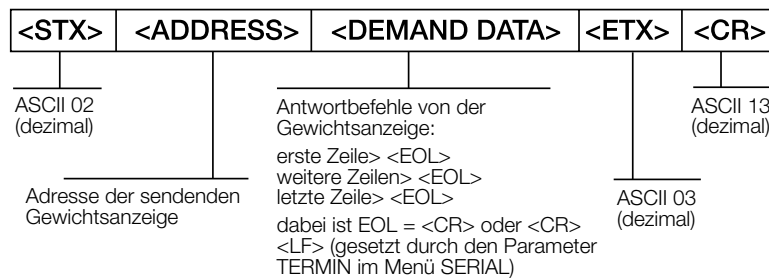

Abbildung 13-4. RS-485 Antwort-Datenformat
*Beispiel: Bei Bedarfsausgängen oder als Antwort auf einen XG#1-Befehl verwendet die reagierende Gewichtsanzeige das in Abbildung 13-4 dargestellte Format:*
Die Gewichtsanzeige antwortet mit dem in Abbildung 13-4 auf Seite 147 gezeigten Format: